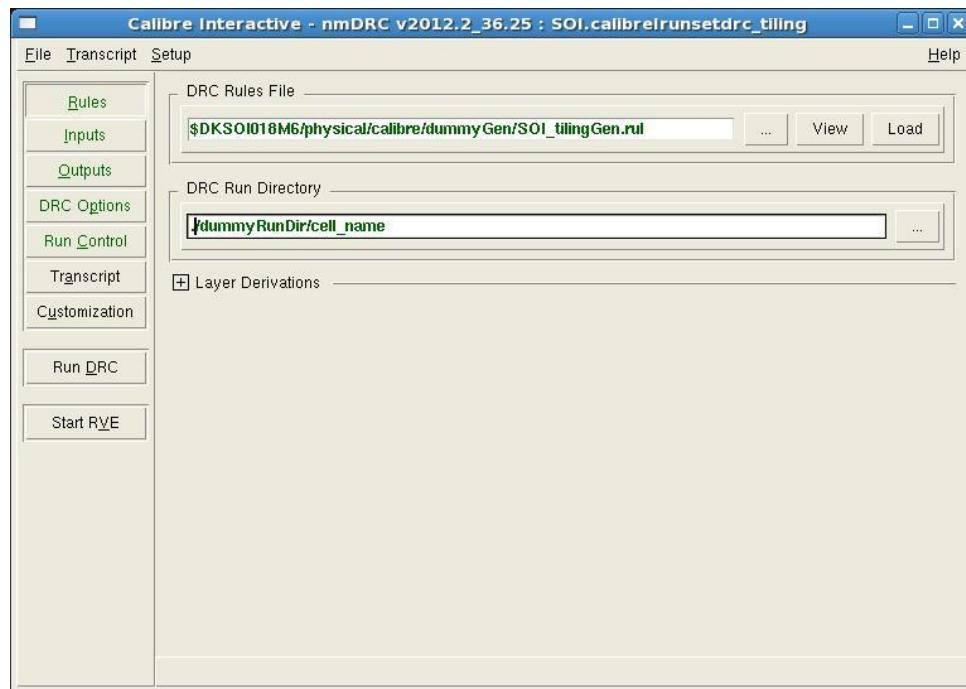

Рис. 12.3. Вкладка для указания пути к DRC-файлу и рабочему каталогу.
- 3) Далее в окне *Calibre Interactive – nmDRC* во вкладке *Rules* в поле *DRC Rules File* – должен быть указан путь к файлу *SOI\_tilingGen.rul*, а в поле *DRC Run Directory* – рабочий каталог (рис. 12.3).